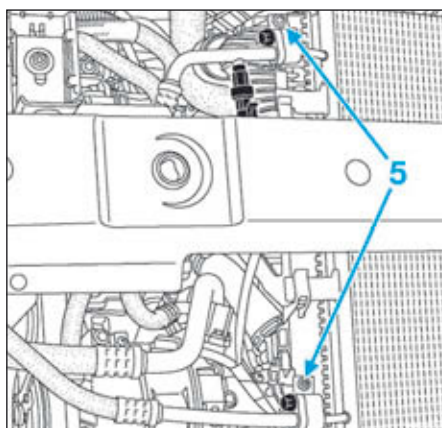

FIG.128
- Débrancher la durite (4) venant du vase d'expansion puis la durite supérieure de radiateur venant du boîtier thermostatique.
- Déposer les vis (5) (Fig.128) du condenseur de conditionnement d'air.